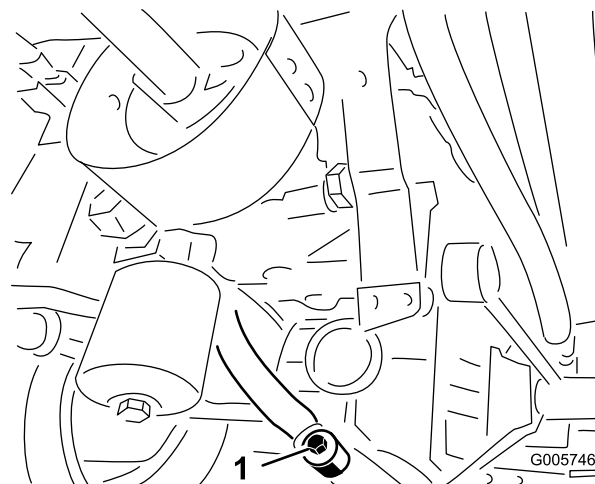
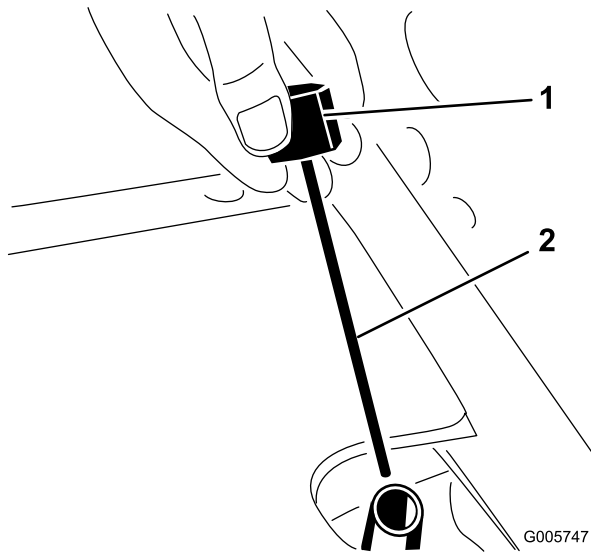

Figura 77
Figura 78
4. Retire el tapón de llenado, situado entre la carcasa del eje y el filtro de aceite, y deje que el aceite fluya a un recipiente apropiado (Figura 77).
6. Instale el tapón de vaciado (entre la carcasa del eje y el filtro) (Figura 77).
7. Retire la varilla del tubo de llenado del eje (Figura 78) y llene el eje hasta el nivel correcto con aceite hidráulico; consulte la tabla anterior.
9. Espere dos minutos más, luego retire la varilla y compruebe el nivel de aceite del eje (Figura 78). Si el nivel es bajo, añada aceite hasta que el nivel llegue a la muesca de la varilla (Figura 78). Si el nivel es demasiado alto, retire el tapón de vaciado (Figura 77) y deje salir aceite hasta que el nivel llegue a la muesca de la varilla.